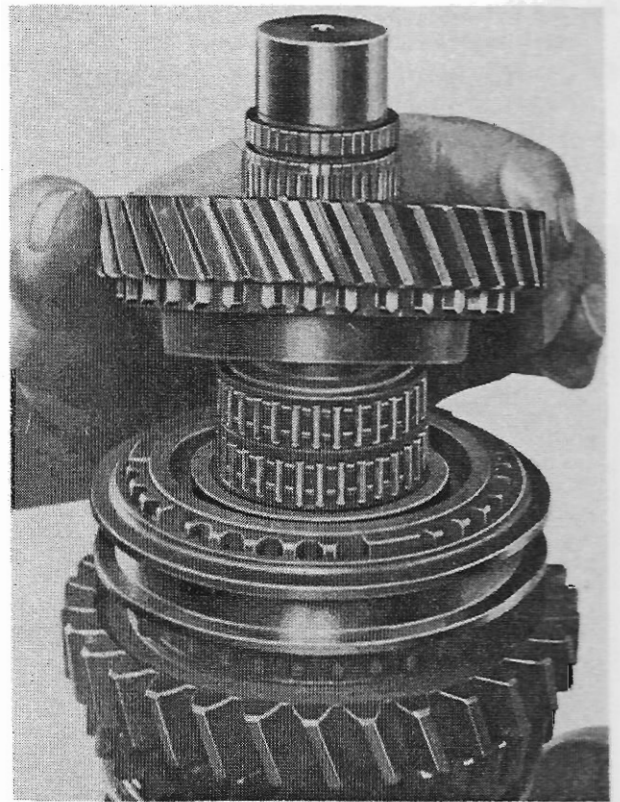

Abb. 39
11. Nadelkäfing (410) und 2. Gangrad (413) mit der Kupplungsverzahnung zuerst aufschieben (Abb. 39). Zylinderstift (420) in die Bohrung der Hauptwelle stecken. Anlaufscheibe (412) über die Hauptwelle schieben. Die Aussparung am Innendurchmesser steht über dem Zylinderstift. Anlaufscheibe an den